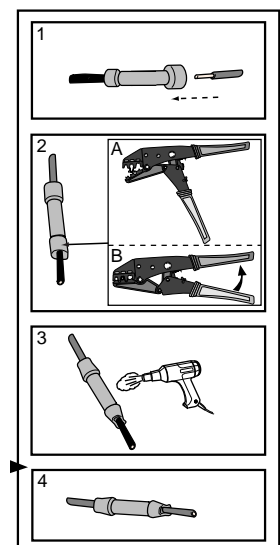

Abb.1
- Die übrigen Kabel werden mit Hilfe von Quetschverbindern an die Original Kabel im Fahrzeug angeschlossen (siehe Abbildung 1).